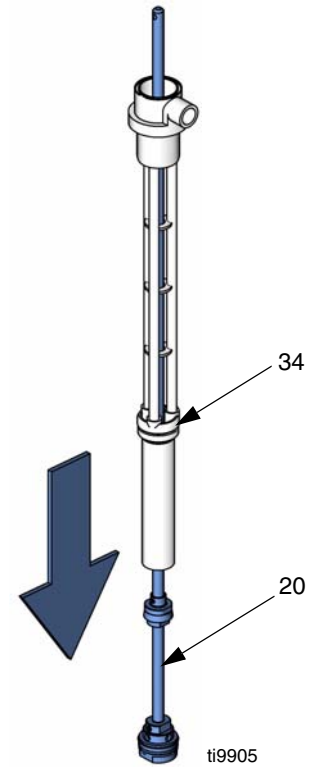

FIG. 19
7. Tire del eje de transferencia (20) fuera del fondo del cuerpo de la bomba (34). Vea FIG. 19.